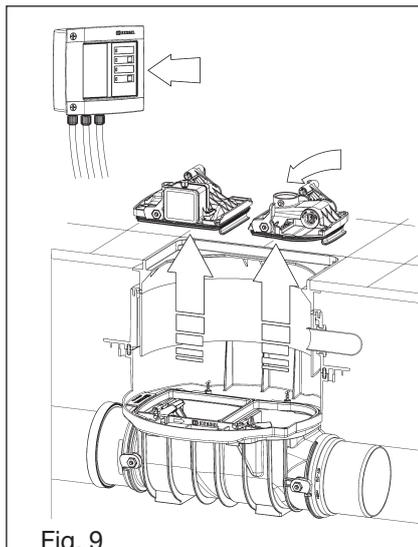

Fig. 9
- ① Contrôler si les joints et les portées de joint sont en bon état ; si nécessaire, procéder à l'échange des joints (voir figures 9 à 11)
- ② Contrôler la mécanique des organes d'étanchéité mobiles, si nécessaire, les graisser à nouveau
- ③ Vérifier l'étanchéité de la fermeture de l'installation en exécutant un
- ④ Contrôle et nettoyage de la sonde électrique (voir point 4.4)